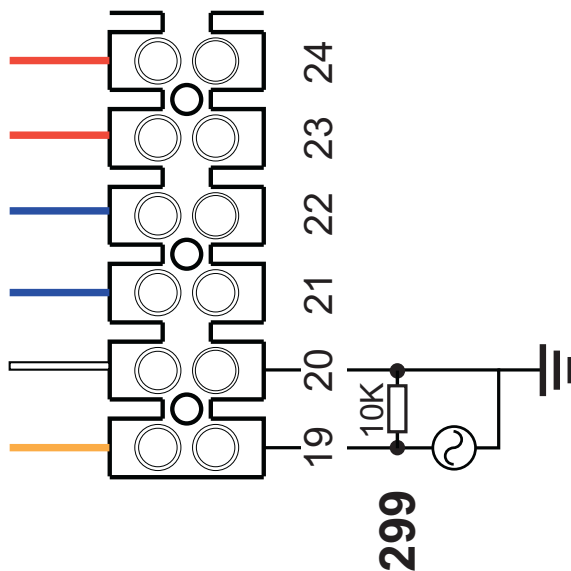

рис. 98-
**ВНИМАНИЕ:** В случае нестабильности считывания сигнала 0-10 В электронным блоком управления рекомендуется подключить ссылку сигнала к земле и вставить параллельно резистор 10 кОм, как указано на рис. 98.